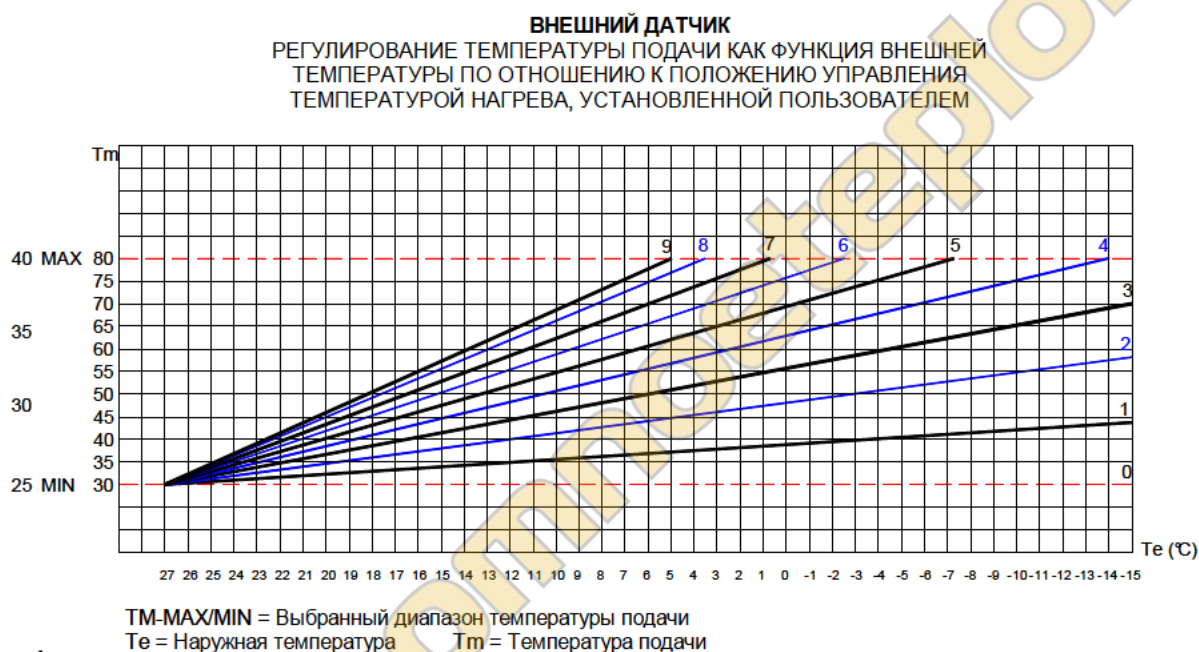

Рис. 1
- В случае установки только датчика наружной температуры климатическая компенсационная кривая устанавливается ручкой управления центральным отоплением. По мере вращения ручки (см. рис. 2) отображаются числа в соответствии с кривой, показанной на рис. 1.
Факторы управления коррекцией указаны на рис. 1.